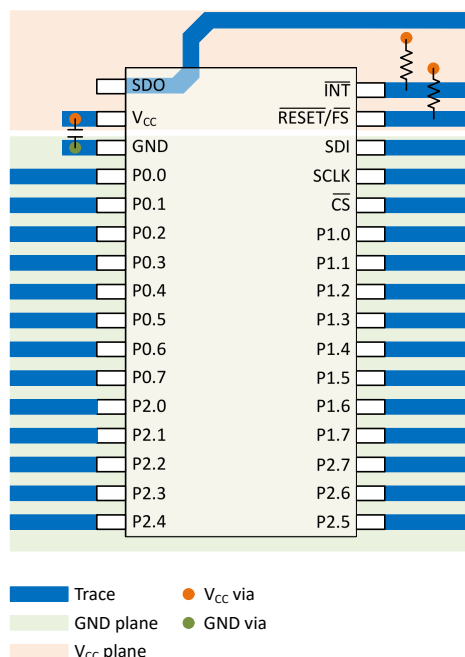

図 8-6. TXE8124 レイアウト
すべての PCB レイアウトにおける最善策は、信号トレースを直角に曲げないこと、集積回路 (IC) の近接部を離れるときに信号トレースが互いに離れていくように配置すること、トレース幅を太くして電源とグラウンドのトレースを通常時に大容量の電流が流れるようにすることです。バイパスコンデンサとデカップリングコンデンサは、一般的に電源ピンの電圧の制御に使用されます。大容量コンデンサを使用すると、短時間の電源グリッチ時に追加電力を供給し、容量の小さいコンデンサを使用すると、高周波リップルをフィルタリングできます。これらのコンデンサは、できる限り TXE8124 の近くに配置してください。理想的な配置を図 8-6 に示します。
図 8-6 に示すレイアウト例では、信号配線に最上層を使用し、電源とグラウンド (GND) に分割プレーンとして最下層を使用することで、2 層のみの PCB を製造することができます。ただし、信号配線密度の高い基板では、4 層基板が推奨されます。一般的に 4 層 PCB では、信号を最上層と最下層に配線し、内部の 1 層をグラウンドプレーン専用にして、もう 1 つの内部層を電源プレーン専用にします。電源とグラウンドにプレーンまたは分割プレーンを使用する基板レイアウトの場合は、電源または GND に接続する必要がある表面実装部品パッドのすぐ隣にビアを配置し、ビアを内部層または基板の反対側に電気的に接続します。ビアは、信号パターンを基板の反対側に配線する必要がある場合にも使用されますが、この方法は図 8-6 には示されていません。